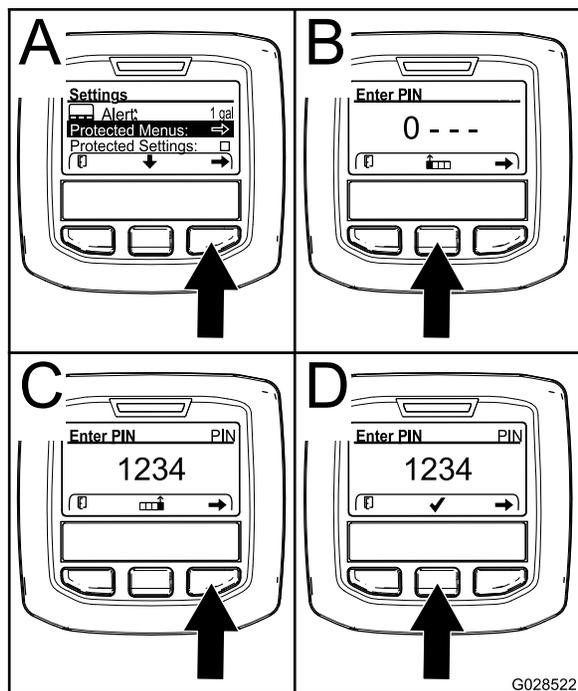

Рисунок 11
пункту PROTECTED MENU (Защищенное меню), и нажмите правую кнопку (Рисунок 11А).
3. Чтобы ввести ПИН-код, нажмите среднюю кнопку и удерживайте ее в нажатом положении до появления первой цифры, затем нажмите правую кнопку, чтобы перейти на следующую цифру (Рисунок 11В и Рисунок 11С). Повторяйте этот пункт до тех пор, пока не будет введена последняя цифра, затем нажмите правую кнопку еще раз.